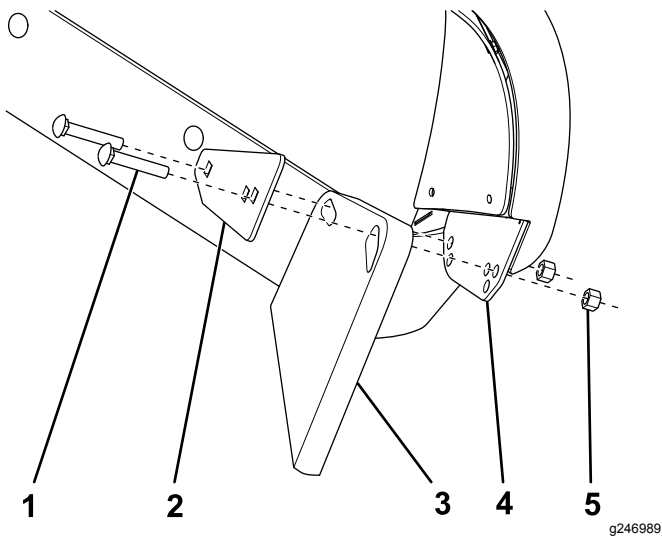

Figure 10
16. Fixez le racleur sur l'aile de la lame chasse-neige à l'aide de 2 boulons de carrosserie (5/8 po), d'une plaque de montage et de 2 écrous (Figure 10).